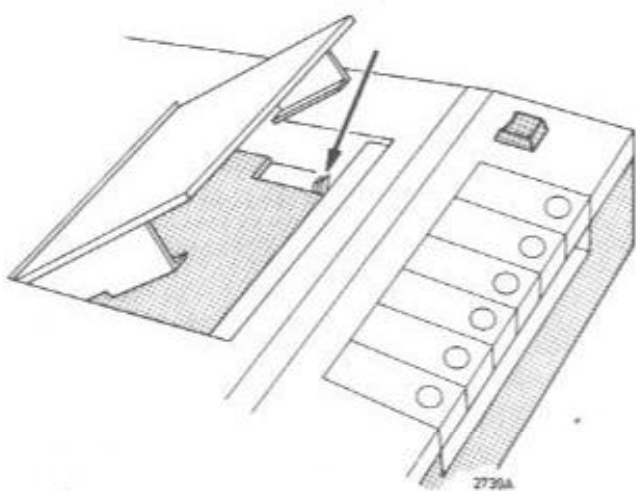

Fig. 13
- (Hiervoor behoeft het apparaat niet te worden uitgelast, zie fig.13).